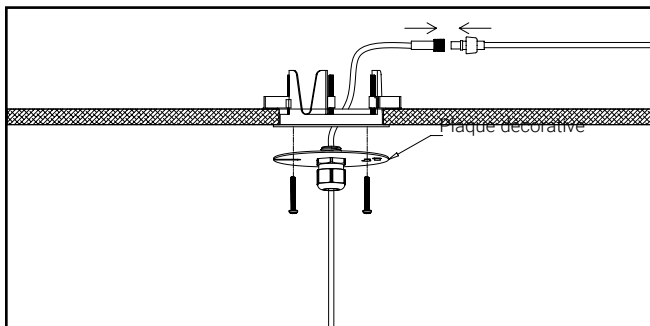

Figure 16.
6. Installez la plaque décorative sur la boîte de jonction basse tension et branchez le câble d'alimentation basse tension au luminaire à l'aide du connecteur fileté. Voir la figure 16.